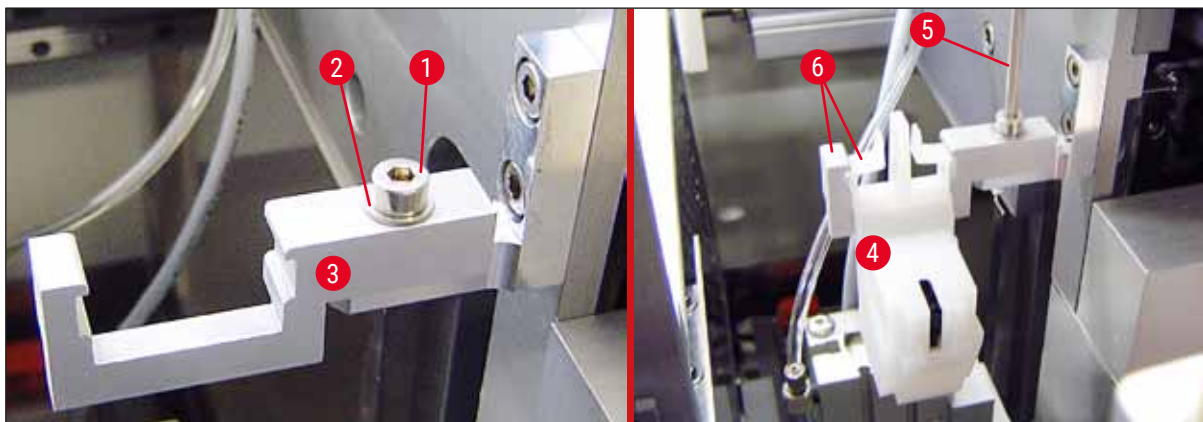

Bild 22
4. Sätt i den helt monterade doseringsnålsrengöraren (→ Bild 22-4) i hållaren så som (→ Bild 22) visar. Tryck ner den för att försäkra dig om att de två monteringsclipsen på sidorna (→ Bild 22-6) hörbart snäpper fast i skårorna på hållaren.